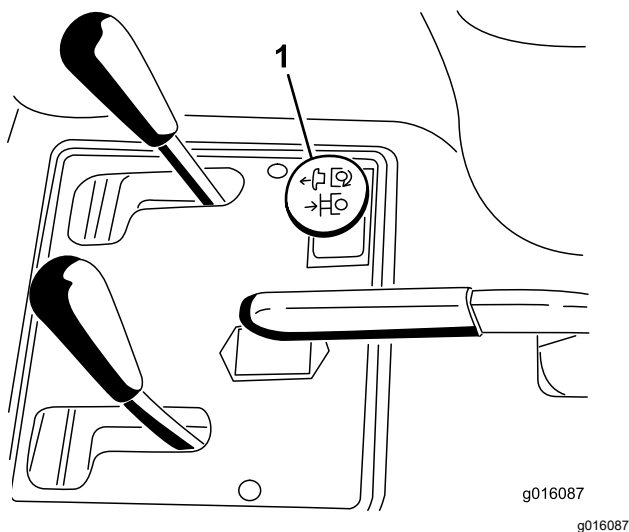

Bild 12
3. Ziehen Sie das Steuerhandrad für die Remotehydraulik nach oben, um das Messer einzukuppeln (Bild 12).
- Drücken Sie das Steuerhandrad für die Remotehydraulik nach unten, um das Messer auszukuppeln (Bild 12).